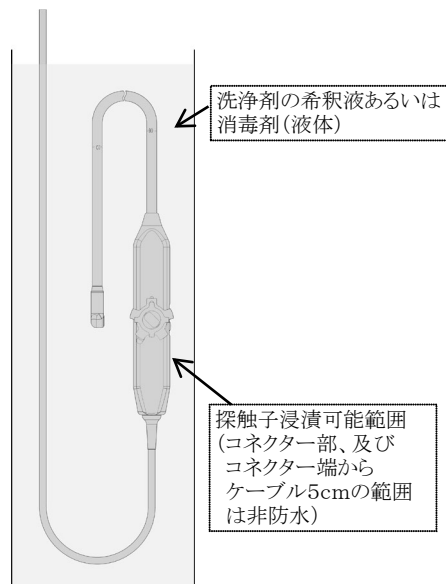

図4 探触子の洗浄液あるいは消毒剤への浸漬
- (1) プローブのコネクター部は防水構造になっていない。コネクター部に水や消毒液等の液体がかからないように十分注意すること。液体中に浸漬可能な範囲は、図4の通りである。
- (2) シンナー等の有機溶剤は絶対に使用しないこと。プローブ外装の変質の原因となる。
- (3) 汚れが固まった場合は、固い物や鋭利な物でこすらないこと。
- (4) 感染防止のために、適切な洗浄と消毒が必要である。使用される感染防止手順の有効性を維持し、確認することは使用者の責任である。